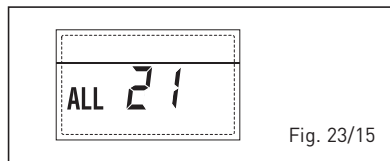

Fig. 23/15
- INTERVENÇÃO TERMÓSTATO DE SEGURANÇA SEGUNDA ZONA MISTURADA “ALL 22” (fig. 23/16)